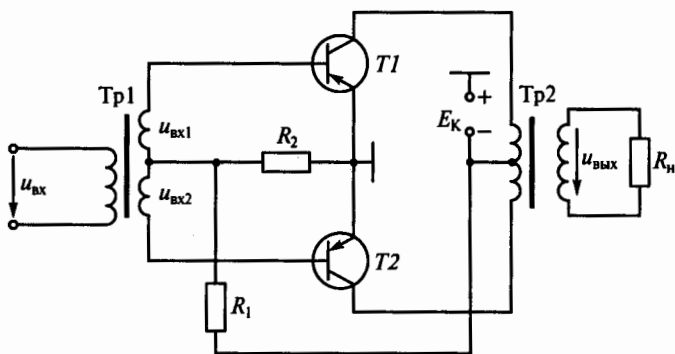

Рис. 205
**8.21.Р.** Как изменится КПД двухтактного усилителя мощности (рис. 205), если он будет переведен из режима В в режим А?